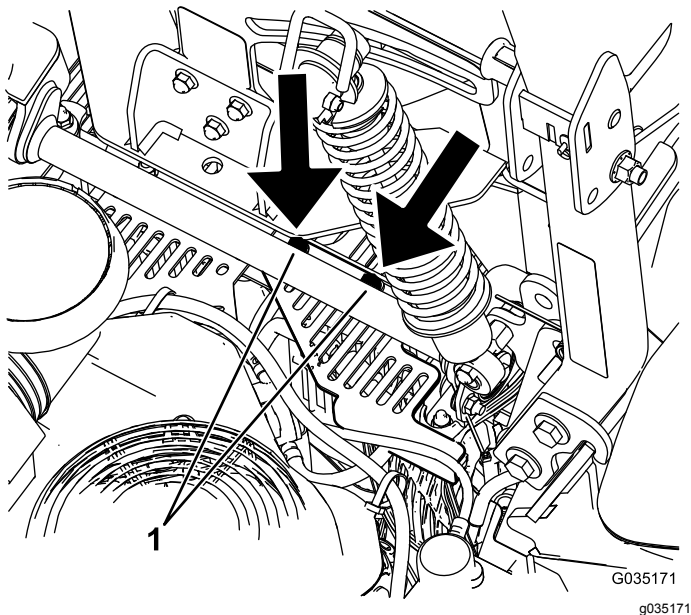

Figura 64
5. Retire o resguardo da unidade hidráulica removendo as duas porcas que se mostram na Figura 64.